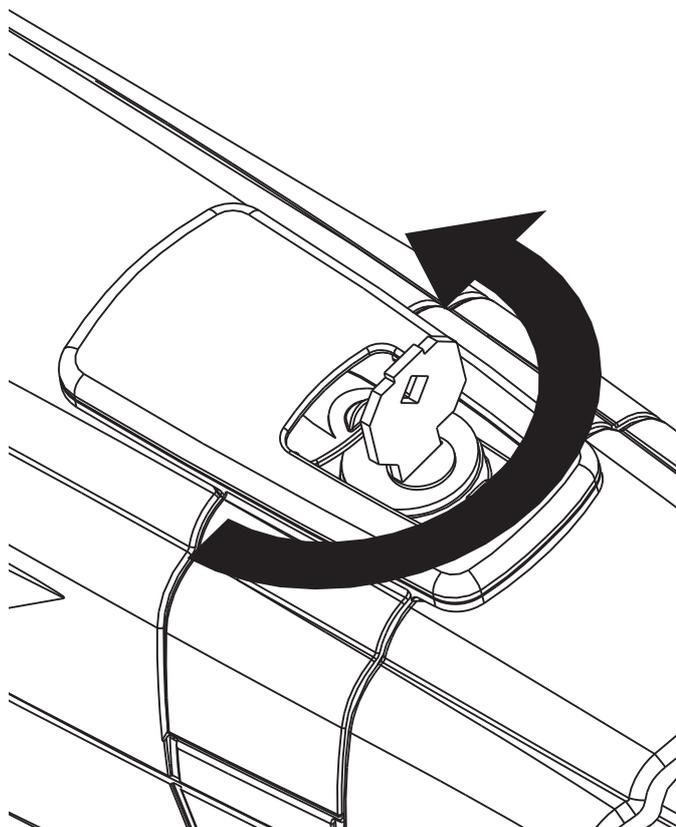

fig. 17
- 3_ Introduzca la llave y gírela 90°, fig.17.